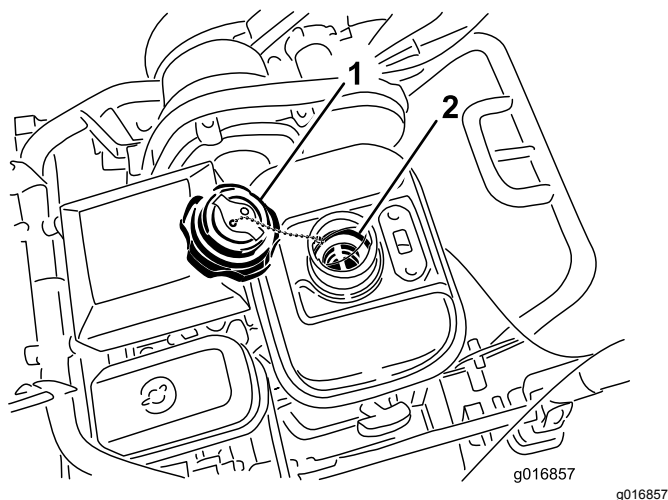

**Figura 40**
1. Cierre la válvula de cierre del combustible y desenrosque el portafiltro del cuerpo del filtro (Figura 40).